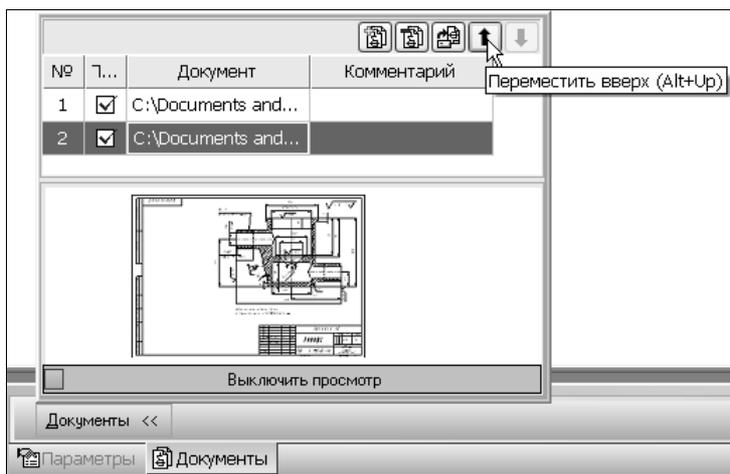

Рис. 9.113. Команда **Переместить вверх**
4. В списке подключенных документов чертеж должен стоять на первом месте. Убедитесь, что текущей является строка рабочего чертежа. Нажмите кнопку **Переместить вверх** на панели управления окна **Добавить документ** (рис. 9.113).